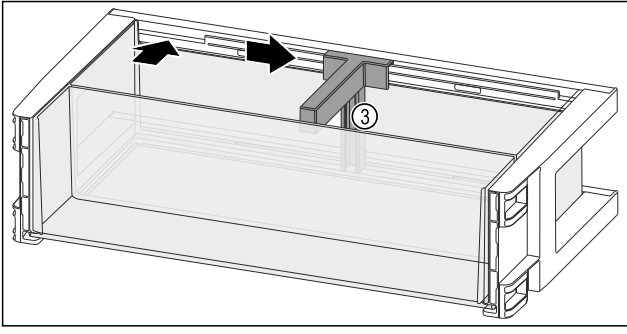

Fig. 119
- Şişe yerlerini Fig. 119 (3) çıkıntıya yerleştirin.
- Şişe yerlerini Fig. 119 (3) istediğiniz konumda yana itin.